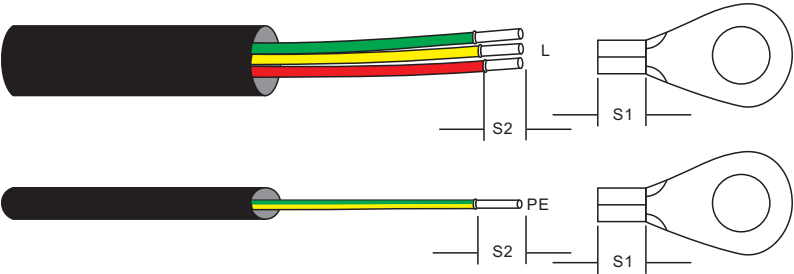

图3.19 剥开交流线缆
2. 将交流线缆绝缘护套的末端剥去约200mm，然后剥去每根导线的末端（参见图3.19）